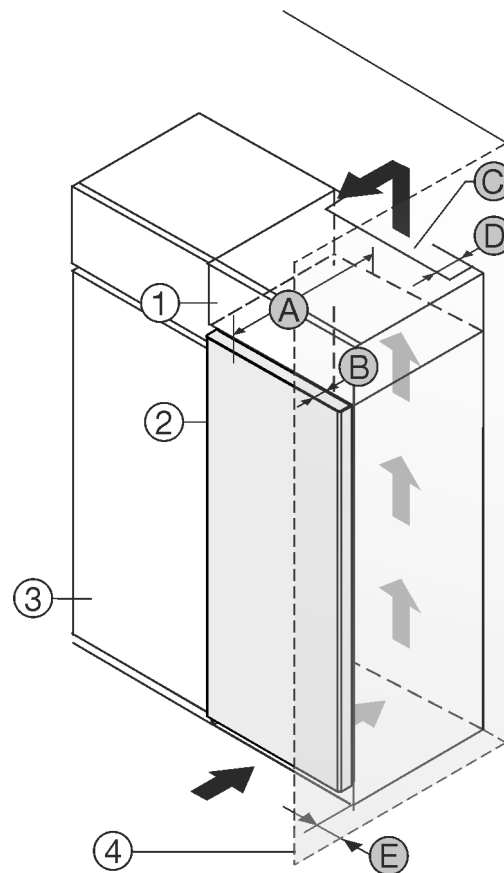

Fig. 1
- (1) Overskab *
- (2) Apparat *
- (3) Køkkenskab *
- (4) Væg *
- (A) Apparatdybde *
- (B) Dørens dybde *
- (C) Ventilationstværsnit *
- (D) Afstand, apparatets bagside *
- (E) Afstand til apparatets side *
Du kan opstille apparatet direkte ved siden af køkkenskab *Fig. 1 (3)*.*
På bagsiden af overskabet skal der være en ventilationskanal med dybden *Fig. 1 (D)* over hele overskabets bredde.*
Ventilationstværsnittet *Fig. 1 (C)* under rummets loft skal overholdes.*
Hvis apparatet opstilles med hængslerne ved siden af en væg *Fig. 1 (4)*, skal afstanden mellem apparatet og væggen være mindst 13 mm.*
Hvis apparatet opstilles med hængslerne ved siden af en væg *Fig. 1 (4)*, skal afstanden mellem apparatet og væggen være mindst 20 mm.*
For at døren kan åbnes helt, skal apparatet rage frem med dørens dybde *Fig. 1 (B)* i forhold til køkkenskabets forside. Apparatet kan rage mere ud afhængigt af køkkenskabenes *Fig. 1 (3)* dybde og anvendelsen af vægafstandsholdere.*